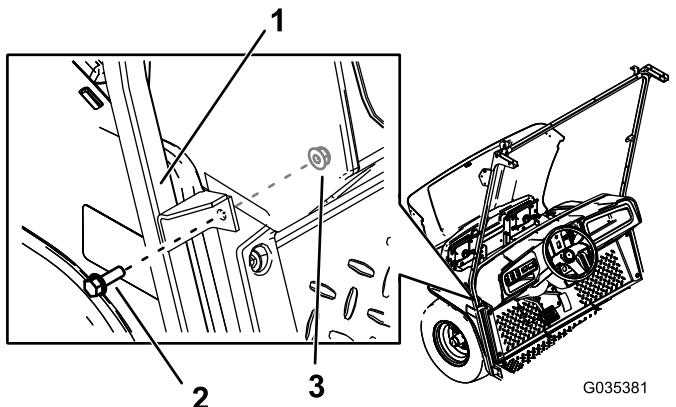

Figura 5
- Fissate la staffa centrale del supporto del parabrezza alla macchina utilizzando 2 bulloni esagonali flangiati (5/16 x 1") e 2 dadi (5/16"), nei fori praticati in precedenza (Figura 5).